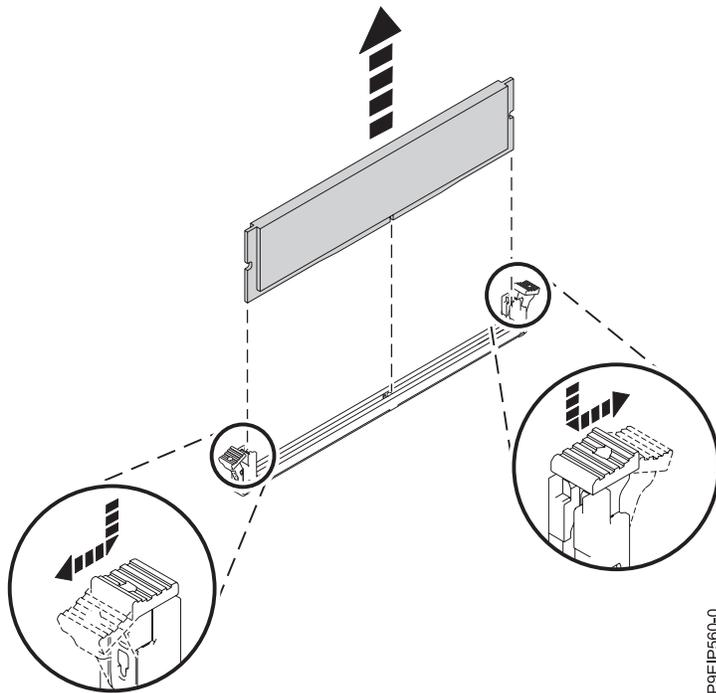

図 41. メモリー DIMM の取り外し
- b. 両方のロックング・タブを同時にメモリー DIMM の外側 (図 41 に示す方向) に押して、メモリー DIMM をアンロックします。必ず、両方のタブを同時にアンロックしてください。タブを開くと、レバーの働きでメモリー DIMM がスロットから押し出されます。